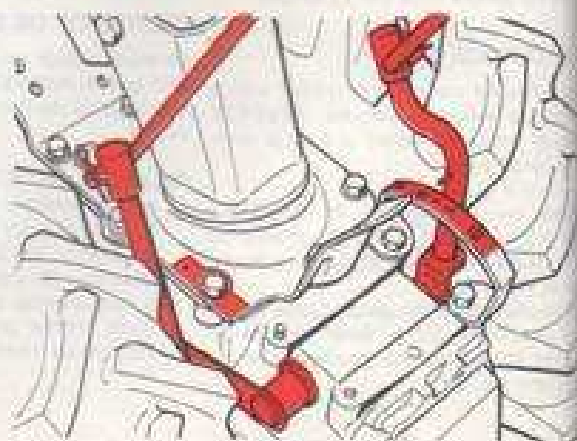

Fig. 6 - Bild 6
2. Engage the gearshift selector and the p.t.o. lever following instructions listed in fig. 6.
Attention — For going in REVERSE while p.t.o. is used, bring p.t.o. lever to "0" position, then engage the selector lever in REVERSE. Also to shift from the second gear to the third gear, the p.t.o. lever should be brought to the Neutral position (see instructions fig. 6).
2. Engager le levier des marches et celui de la P. d. f. selon instructions en fig. 6.
Attention — Si faut aller en marche arrière pendant que la p.d.f. est utilisée, amener le levier de la p.d.f. au point mort (position "0") et engager le levier du sélecteur de vitesses en marche arrière. Il faut amener au point mort la prise de force même pour passer du deuxième rapport au troisième (voir instructions fig. 6).
2. Den Gangschalthebel und den Zapfwelle-Steuerhebel unter Beachtung der Anleitungen im Bild 6 einlegen.
Achtung — bei Rückwärtsfahrt unter Verwendung der Zapfwelle, den Zapfwelle-Steuerhebel in Stellung "0" bringen und den Gangschalthebel in den Rückwärtsgang einlegen. Es ist erforderlich, die Zapfwelle in Leerlaufstellung zu bringen auch zum Einschalten vom zweiten zum dritten Gang (siehe Anleitung im Bild 6).
(see fig. 6)
(voir fig. 6)
(siehe Bild 6)